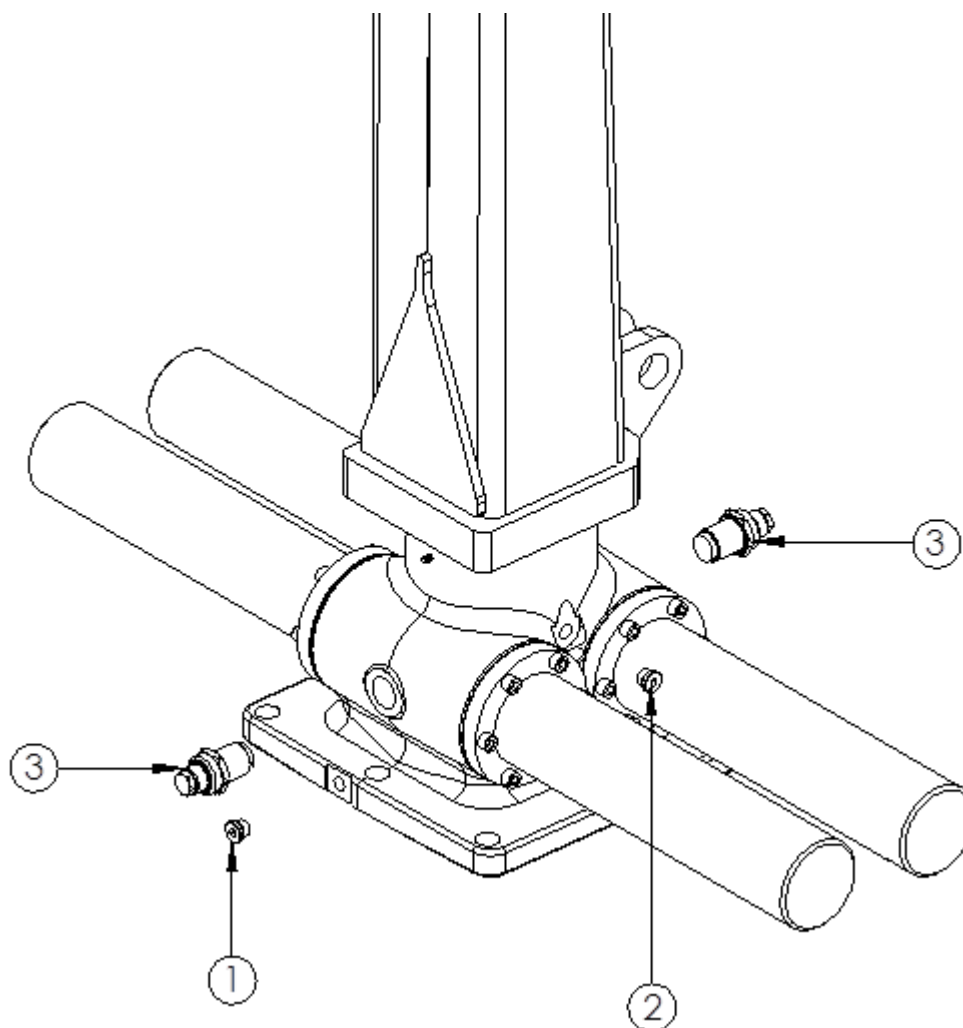

Bild 14. Justera vridhusets kuggstänger och byt olja
- Lossa låsmuttern tillräckligt så att den inte hindrar åtdragningen (pos. 3 bild 14).
- Dra åt bulten (pos. 3, bild 14) mot kuggstången med 20–25 Nm (2–2,5 kg*m).
- Dra åt låsmuttern (pos. 3 bild 14).
- Säkerställ att vridhuset är i horisontellt läge enligt bild 14.
- Lossa och ta bort den nedre låsmuttern från oljebytesöppningen (pos. 1, bild 14).
- Lossa och ta bort den övre oljebytesmuttern på vridhuset (pos. 2, fig. 14).
- Sätt tillbaka den nedre låsmuttern i oljebytesöppningen (pos. 1, bild 14).
- Sätt tillbaka och dra åt den övre låsmuttern i oljebytesöppningen (pos. 2, bild 14).